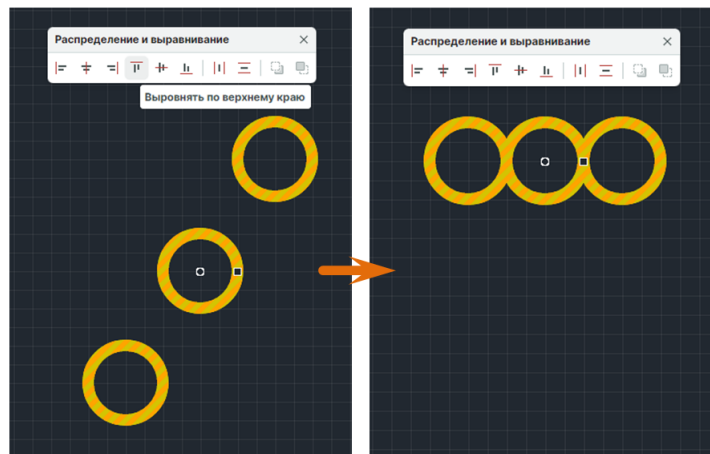

Рис. 314 Выравнивание по верхнему краю
2. На панели «Распределение и выравнивание» выберите инструмент «Выровнять по верхнему краю», который обозначен иконкой , см. Рис. 314.